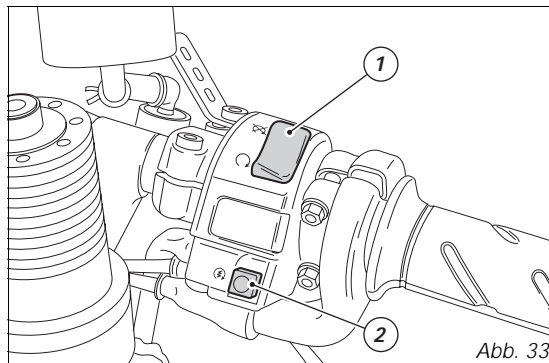

Abb. 33
2) *Sich davon überzeugen, dass sich der Stoppschalter (1, Abb. 33) auf  (RUN) befindet, dann die Anlassertaste (2, Abb. 33) betätigen.*